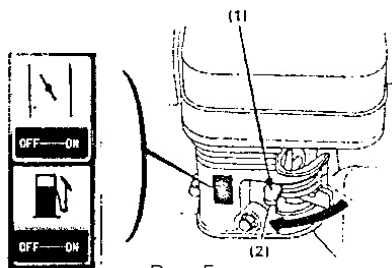

Рис. 5
- Закройте воздушную заслонку (установите рычаг в положение «OFF») (см. рис. 5).